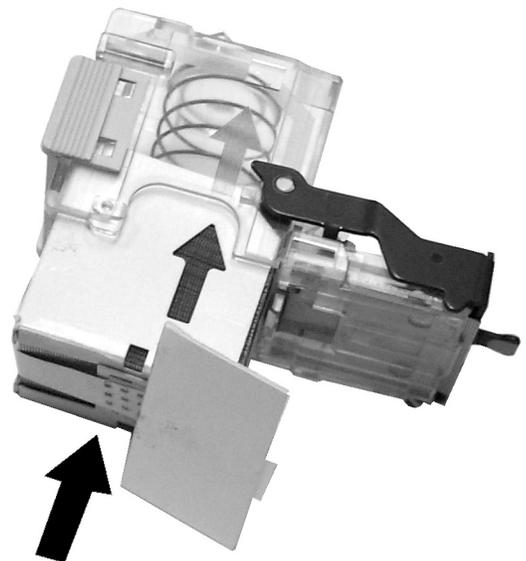

Abbildung 6: Neuen Heftklammersatz einsetzen
- 6 Den Pfeil auf dem neuen Heftklammersatz am Pfeil auf dem Heftklammermagazin ausrichten, und den Satz in das Magazin einführen (Abbildung 6).